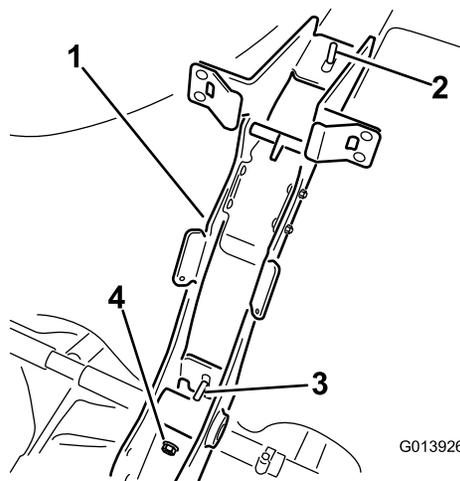

Figura 4
7. Prenda a estrutura de suporte principal na cinta do depósito com 2 porcas de bloqueio (Figura 4).